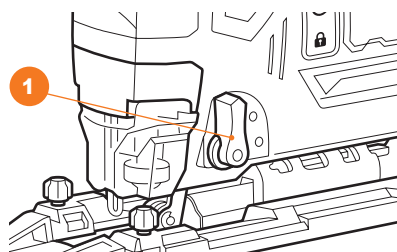

Рис. 9
Величина амплитуды маятникового хода устанавливается с помощью рычага ❶, в пределах меток 0-1-2-3 («3» соответствует максимальной амплитуде, «0» отсутствию режима маятникового хода, «1-2» – промежуточные значения) (Рис. 9).